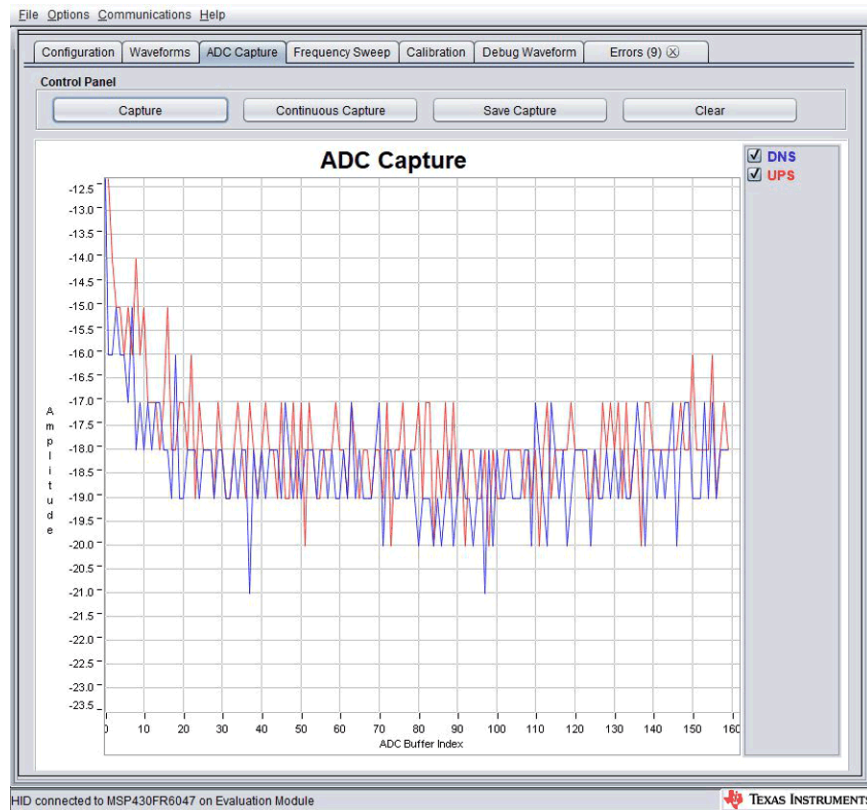

图 13. 管道内没有水或者换能器连接不好
- 保证管道内是注满水的。如果管道内没有水或者换能器没有正确连接到EVM板，采集到的信号会看起来如图13所示。